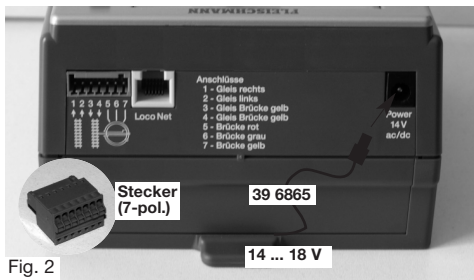

Fig. 2
Alle **Anschlüsse** des *TURN-CONTROL* finden Sie auf der Geräterückseite (Fig. 2).
- ➔ Die Stromversorgung erfolgt über das mitgelieferte Anschlusskabel 39 6865 an FLEISCHMANN-Trafos 6706, 6735, 6755 oder 6811, oder an einen Trafo mit 14-16,5 V Ausgangsspannung (Gleich- oder Wechselstrom), siehe Fig. 2.
- ➔ Gleisanschluss und Drehscheibenanschluss werden über den 7-poligen Stecker hergestellt, Anschlussbelegung siehe oben (Fig. 2) oder
Stecken Sie zunächst den 7-poligen Klemmstecker in seine Buchse am *TURN-CONTROL*-Gerät ein. An den mitgelieferten 7-poligen Klemmstecker schließen Sie die Anschlusskabel an (s. Fig. 2).
Gleichstromausgang 14-16,5 V des Trafos an. Dies kann z. B. die schwarze und weiße Schnellklemme des Wechselstromanschlusses am Trafo 6735 sein. Den Rundstecker am anderen Ende des Kabels stecken Sie nun am *TURN-CONTROL* Gerät in die runde Buchse mit der Bezeichnung „Power 14 V ac/dc“ (Fig. 2).